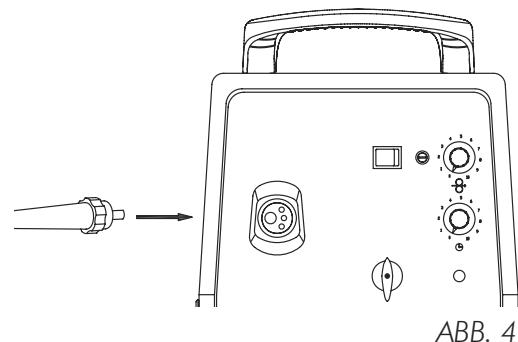

ABB. 4
- Montieren Sie die beiden Griffhalter (F) auf das Griffrohr € und schrauben Sie den gesamten Handgriff mit den Distanzhalter (H) mit den mitgelieferten Schrauben (G) an die Front des Gerätes!
- Montieren Sie das Griffrohr (L) in die beiden Griffhalter (M) und schrauben Sie den Handgriff mit den Schrauben (N) auf den Deckel des DV-Koffers.
- Schrauben Sie die 4 Lenkrolle (I) in den Boden des DV- Koffers.
- Montieren Sie den Drehkranz (O) mit den Scheiben (Q) und den Schrauben (P) auf den Deckel des Schweißgerätes und setzen den DV-Koffer in den Drehkranz (O).
- Stellen Sie die Gasflasche auf das Gerät an der Rückseite zwischen die großen Räder und sichern Sie diese mit der vorhandenen Kette (K)! den Druckminderer nach Vorschritt anschließen.
4.2 SCHWEISSBRENNERANSCHLUSS AM GERÄT (ABB.4)
- Die Seitenwand öffnen. Den Plastikgriff (A) lockern und senken, und den Drahtandrückhebel (B) lösen (Abb.4). Den Draht abschneiden (falls er bereits eingeführt wurde), mit der Zange immer festhalten, damit er sich nicht abrollt, und mit der dafür vorgesehenen Bohrung an der Rolle verbinden. Die Gasdüse abschrauben und die Stromdüse des Brenners abnehmen; mit einer Zange den Draht aus der Ummantelung ziehen.